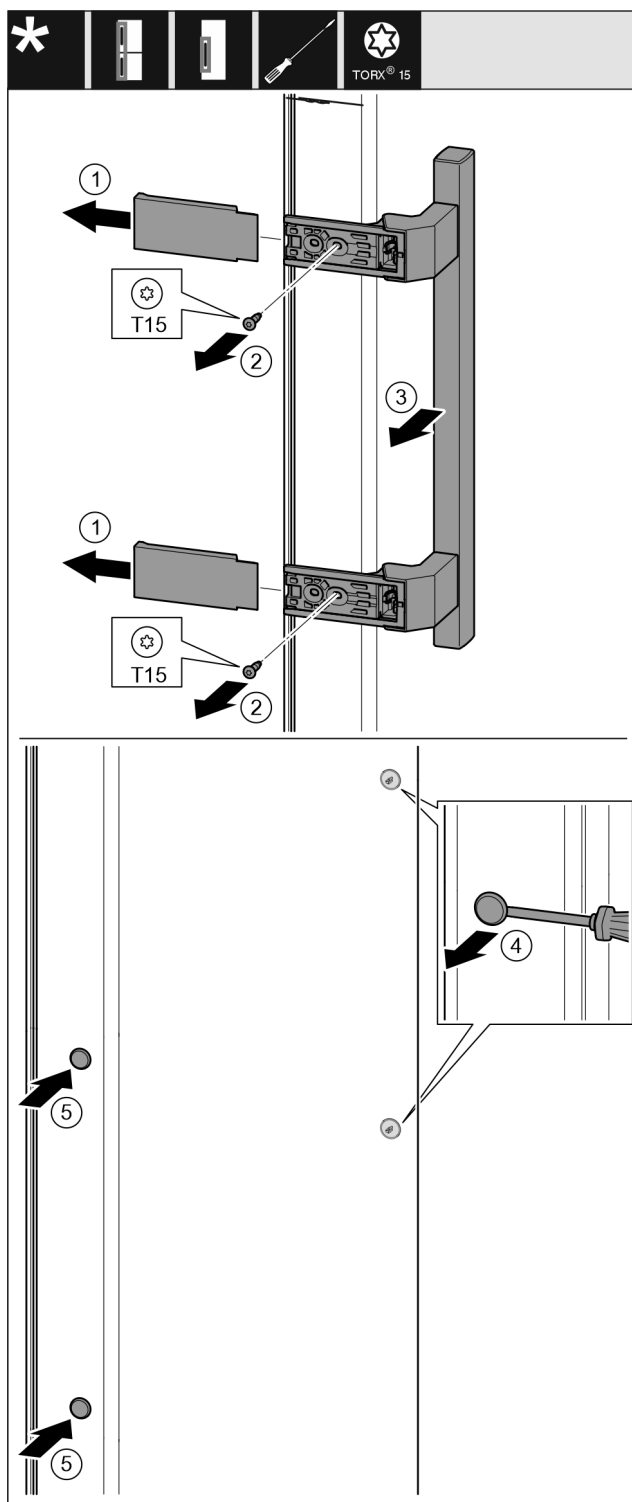

Fig. 17
- ▶ Stáhněte kryt. Fig. 17 (1)
- ▶ Šroubovákem T15 vyšroubujte šrouby. Fig. 17 (2)
- ▶ Sejměte madlo. Fig. 17 (3)
- ▶ Postranní zátku opatrně nadzvedněte plochým šroubovákem a vytáhněte. Fig. 17 (4)
- ▶ Zátku opět vložte na druhé straně. Fig. 17 (5)